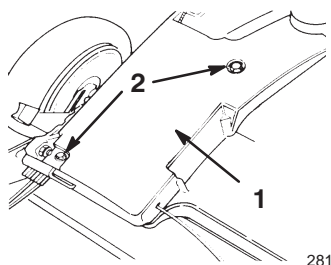

Figure 26
2. Déposez le couvercle (Fig. 26).
2. Enlevez les boulons qui fixent le couvercle de courroie au carter de la tondeuse (Fig. 26).